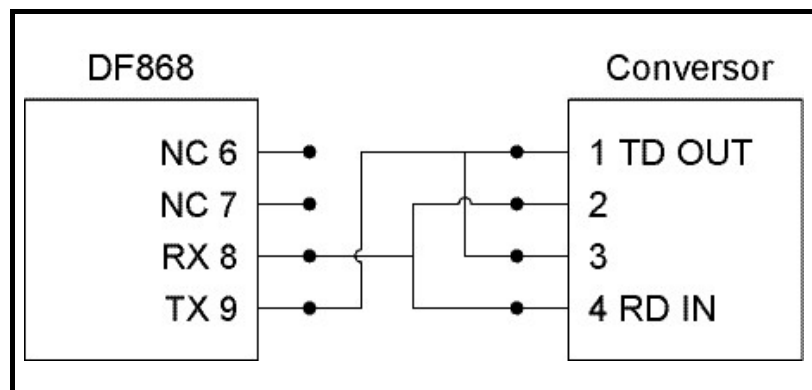

Figura 4: Conexões típicas RS485
3. Mantenha uma extremidade do cabo através da abertura do eletro-duto, instale-o no bloco terminal J1 e fixe a braçadeira. Conecte o outro extremo do cabo ao conversor, como mostrado na Figura 4.